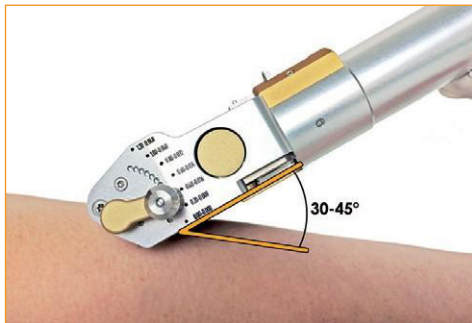

Figura 7. Uso do Dermátomo
- Ative o motor pressionando o botão liga/desliga ("PRESS"). Ao cortar, empurre a cabeça de corte para frente, enquanto aplica uniformemente pressão sobre o tecido em um ângulo de 30 a 45 graus. (Figura 7). Durante o corte o botão liga/desliga ("PRESS") deve ser mantido pressionado.